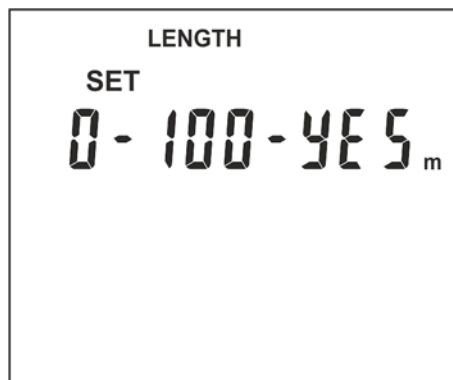

Abb. 15: Einstellung der Kalibration der Kabellänge
2. Drücken und halten Sie die Taste **L/W** für 3 Sekunden. Die Bildschirmseite in Abb. 15 erscheint im Display: